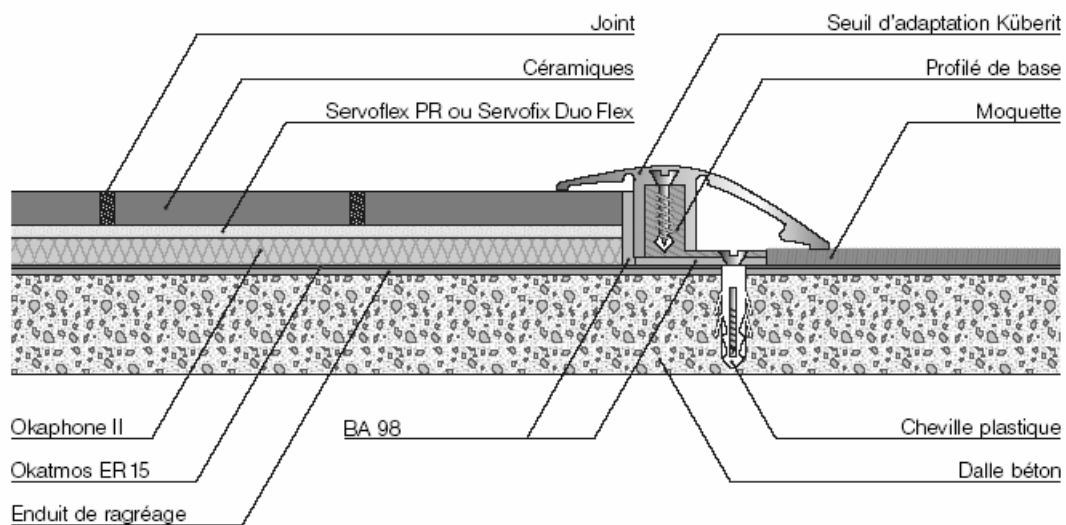

Figure 5 - Traitement du seuil de porte avec un ensemble « profilé de base + barre de seuil »
- la bande BA 98 est appliquée le long et sous le profilé de base fixé avec des chevilles en plastique dans le support (figure 5).